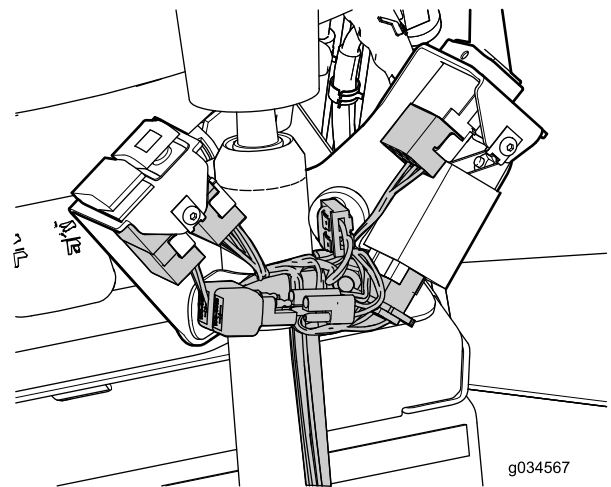

Figura 22
9. Enchufe los conectores en el módulo de intermitencia, y en los interruptores del claxon, de los intermitentes y de las luces de emergencia (Figura 22).